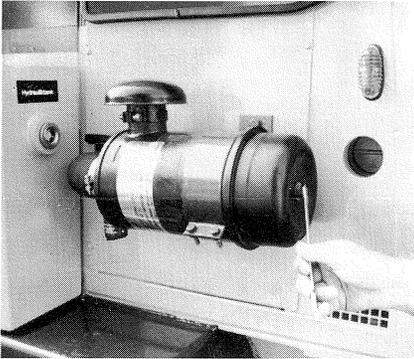

FIG. 53
- (1) Dévisser la vis de fixation du godet à poussière fig. 53.